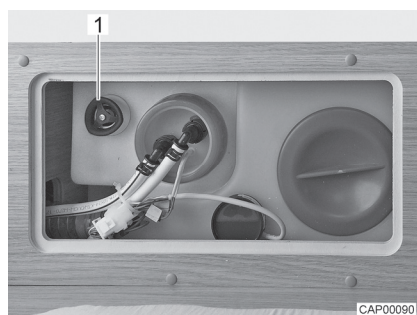

Fig. 73 Serbatoio dell'acqua con maniglia girevole
- Sul serbatoio dell'acqua, ruotare la maniglia girevole (Fig. 73,1) in senso orario fino all'arresto.
- Sul serbatoio dell'acqua, ruotare la maniglia girevole (Fig. 73,1) in senso antiorario fino all'arresto. L'acqua fuoriesce fino a ca. 20 litri.